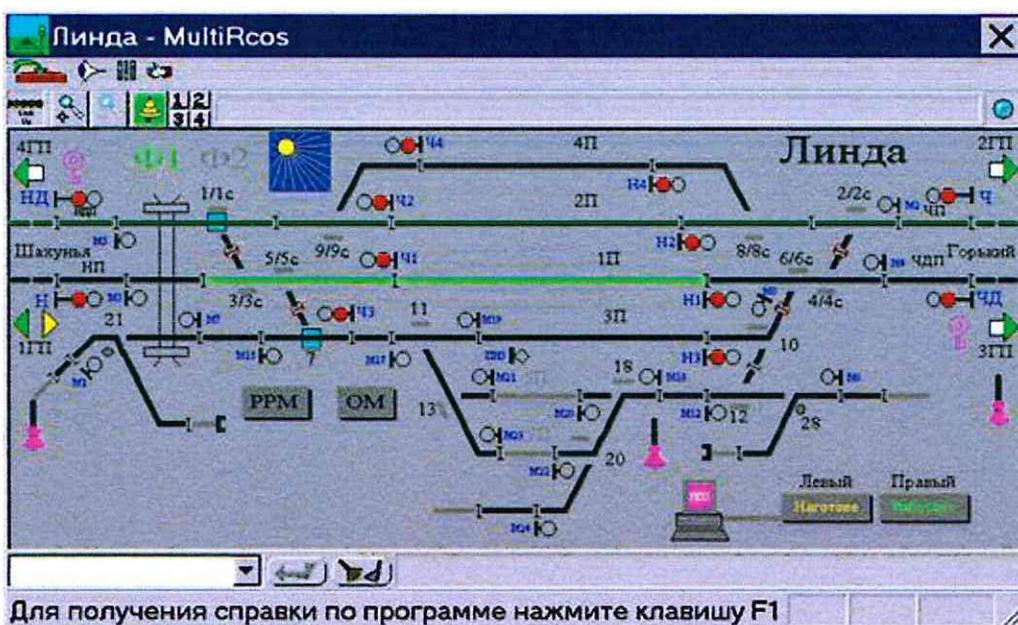

Рисунок 3. Вид станции на АРМ ДСП.
7.1.4 ДСП работает на резервном АРМ ДСП в течение 10-20 минут (Рисунок 3).